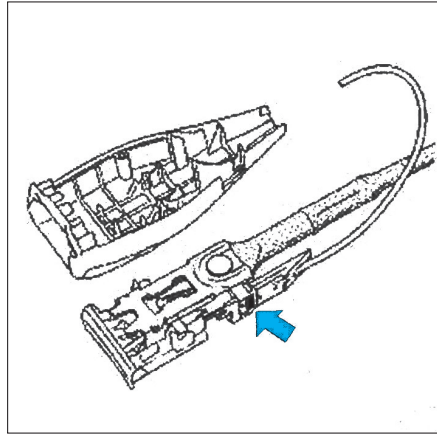

FIG. 12
- Débrancher le connecteur de boucle de ceinture puis déposer le prétensionneur (Fig.12).